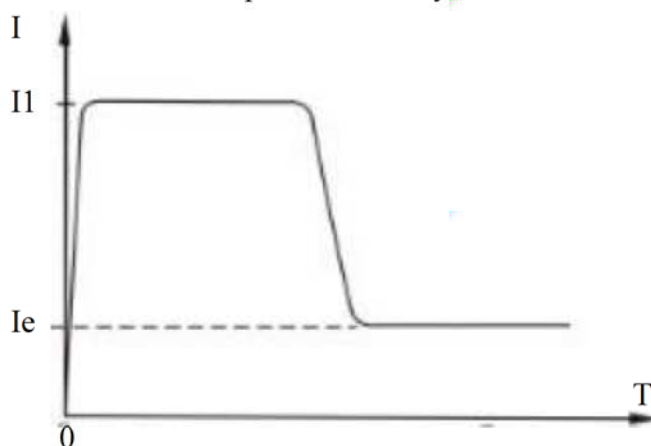

Рис. 12.1-1
- (1) Режим ограничения тока реализуется при  $FV=0$ . Временная диаграмма тока двигателя показана на Рис. 12.1-1. Здесь  $I_1$  – необходимый уровень ограничения тока; напряжение растет быстро до достижения током двигателя величины ограничения. Ток двигателя не растет выше уровня ограничения, по мере нарастания скорости напряжение увеличивается. По достижении номинального напряжения и номинальной скорости ток резко падает, шунтирующий контактор замыкается, и процесс пуска на этом заканчивается.
- (2) Если нагрузка двигателя мала, или уровень ограничения тока слишком велик, то значение тока при пуске может и не достигнуть уровня ограничения. Обычно этот режим используется в применениях с жестким ограничением пускового тока.